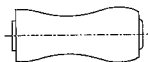

Fig. 3-3
- 2). Turn the P3 post (take-up side guide roller) clockwise using a wrench until the margin area on the envelope (take-up side) disappears, then turn the guide roller counterclockwise until the margin area reappears. (Fig. 3-3)
- 2). P3 post (出側ガイドローラー)を二股レンチにて右に回し、エンベロープの出側のマージン・エリア部が無くなるまで下げ、今度はガイドローラーを左に回し、マージン・エリア部が出るまで戻す。(図3-3)